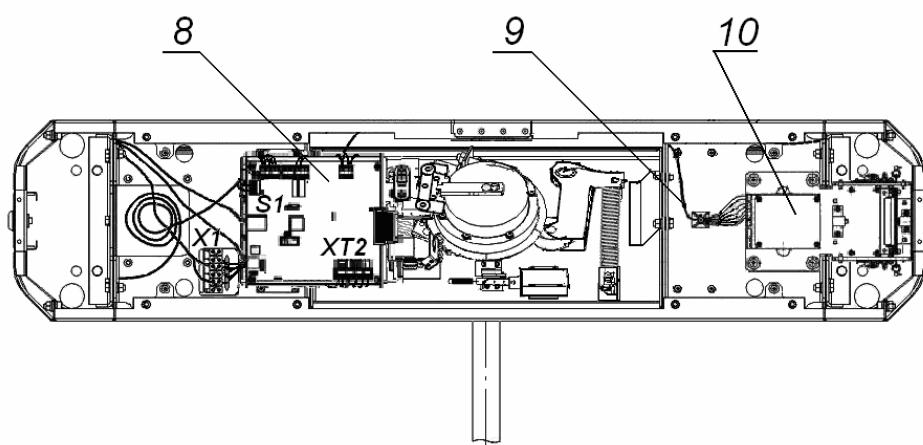

Рисунок 11. Схема прокладки кабелей в стойке ЭП
10. Снимите крышку ЭП (3), отвернув ключом установочный винт (19). Порядок снятия крышки указан в разд. 6.
11. Протяните кабели внутри стойки. Рекомендуемое расположение кабелей при прокладке внутри стойки показано на рис. 11.
15. Выполните заземление стойки ЭП в соответствии с требованиями ПУЭ («Правила устройства электроустановок»). Контакт заземления **Z3** (см. рис. 11) находится за боковой заглушкой (9) стойки. Для крепления кабеля заземления на контакте используйте гайку M4.
16. Подключите кабель *Ethernet* (16) к разъему **S1** на плате контроллера ЭП.
19. После подключения всех кабелей и закрепления стойки на полу установите на место крышку (3), боковую заглушку стойки и контейнер картоприемника на свои места в порядке, обратном снятию.
При производстве механизм картоприемника (3, см. рис. 11) установлен со стороны считывателя №1.
- 1 Снимите крышку (3) в порядке, указанном в разд. 6.
- 2 Извлеките контейнер картоприемника (10), открыв замок (12).
- 3 Извлеките заглушку (9) с противоположной стороны, открыв замок (11).
- 4 Демонтируйте торцевые крышки (6); каждая крышка крепится двумя винтами M4×16 и двумя шурупами Ø4,2×19 снизу со стороны контейнера (10) или заглушки (9). Кабели считывателей, находящихся внутри торцевых крышек, не отсоединяйте.
- 6 Демонтируйте заглушку (7) из торцевой крышки со считывателем №1 и аккуратно установите ее в торцевую крышку со считывателем №2; заглушка крепится двумя шурупами Ø2,9×9,5.
- 7 Отсоедините кабель картоприемника (8, рис. 11.) со стороны платы картоприемника.